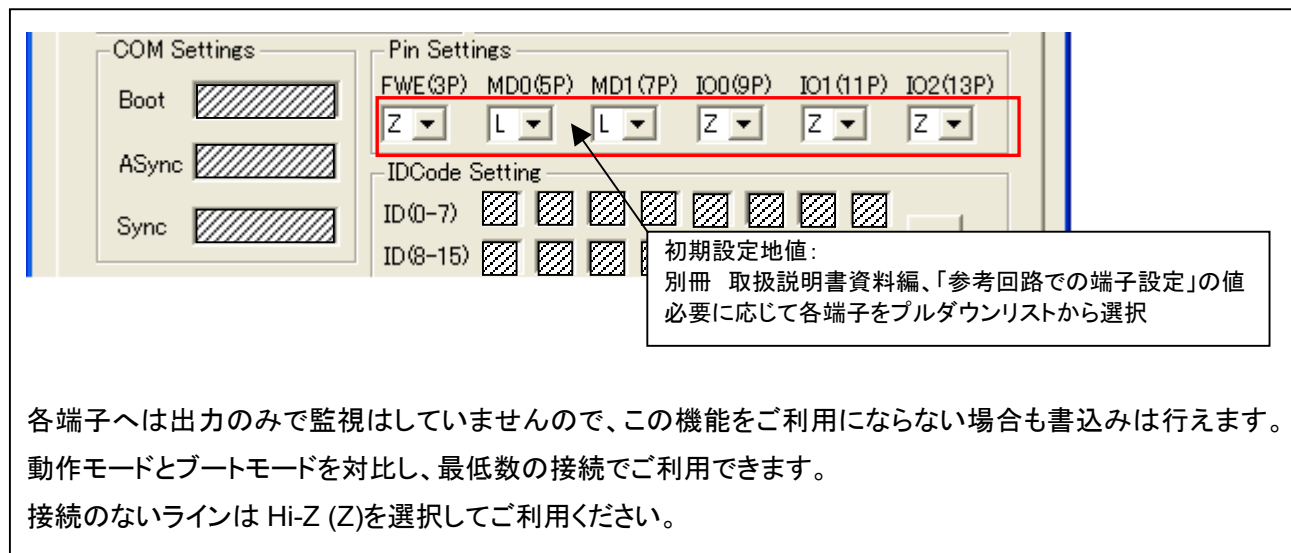

図 4-6 ⑥端子設定画面
各項目の詳細は「図 4-6 ⑥端子設定画面」をご参照ください。